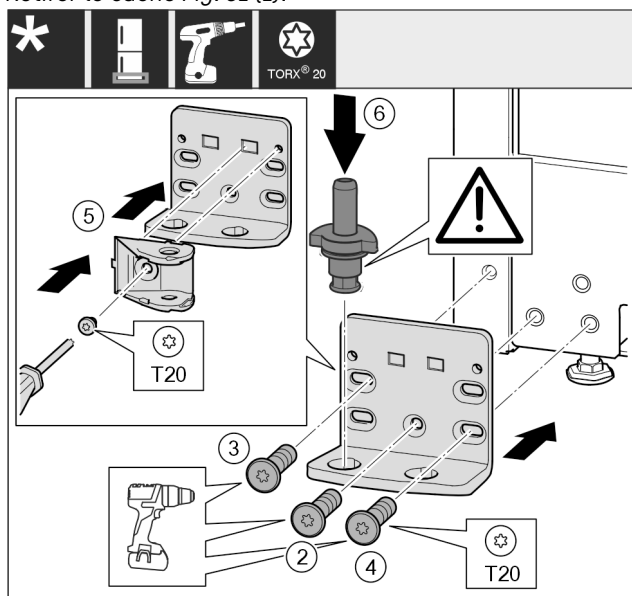

Fig. 32
- Placer le support de palier de l'autre côté et le visser avec un tournevis. Commencer par la vis Fig. 32 (2) en bas au milieu.
- Serrer la vis Fig. 32 (3) et la vis Fig. 32 (4).
- Tourner la liaison de l'amortisseur de fermeture Fig. 32 (5) de 180°. Le visser de l'autre côté du support de palier avec un tournevis.
- Insérer complètement l'axe de palier Fig. 32 (6). Veiller à ce que l'ergot soit orienté vers l'arrière.